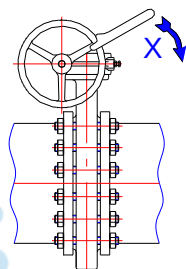

Fig.32
18.3.4 閥門手動關閉時，不得以外加板手關閉閥門，以免閥門零件受損。(Fig.32)